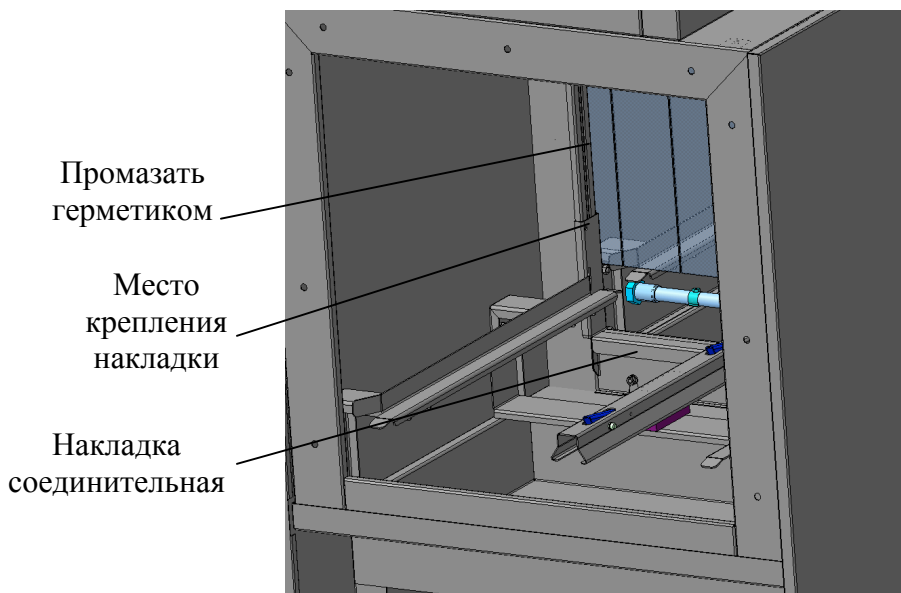

Рисунок 9 – Установка накладки соединительной
5.5.11 Установить накладку, надев её на отгибы в корпусе сушки и корпусе ТПММ и закрепив к корпусу сушки винтами М4. (рис. 9). Стыковочные швы промазать герметиком силиконовым.